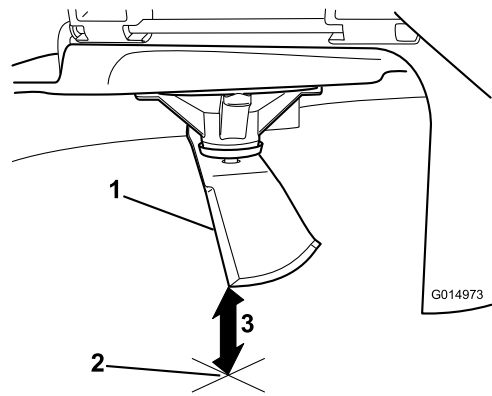

Figure 102
3. Mesurez la distance entre la pointe de la lame et la surface plane (Figure 102).